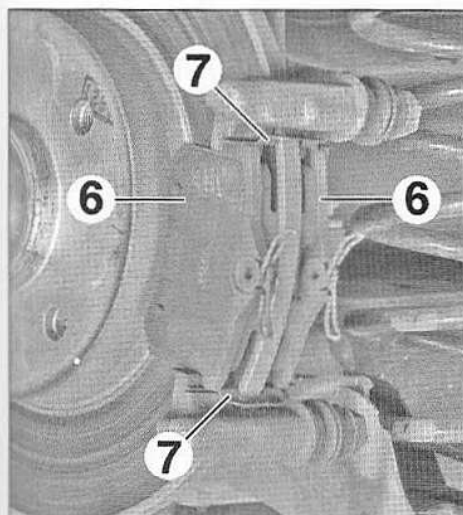

FIG.19
- Déposer (Fig.19) :
- les plaquettes de frein (6),
- les cales (7).